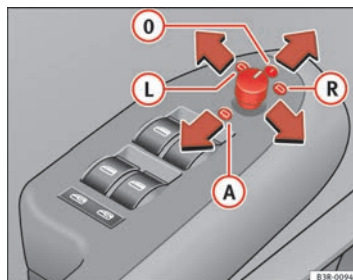

Fig. 105 Vue partielle de l'accoudoir : bouton rotatif
- Tournez le bouton rotatif en position $\Rightarrow$ page 138, fig. 105 **(L)** (rétroviseur côté conducteur) ou en position **(R)** (rétroviseur côté passager).
Lorsque vous engagez la marche arrière, le miroir du rétroviseur bascule légèrement vers le bas si le système est réglé sur le rétroviseur côté passager (bouton rotatif en position **(R)** $\Rightarrow$ page 138, fig. 105). Le conducteur peut ainsi voir le bord du trottoir lorsqu'il se gare.